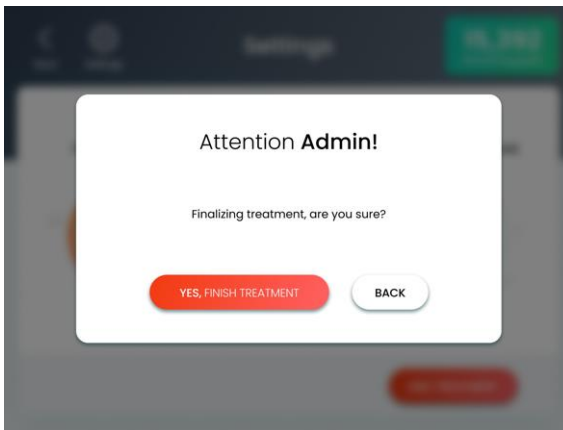

Figura 5-16. Pantalla de advertencia de fin del tratamiento
1. En la pantalla de tratamiento, pulse el botón **End Treatment** (Finalizar tratamiento); aparecerá la pantalla de advertencia de fin del tratamiento, como se muestra en la Figura 5-16.